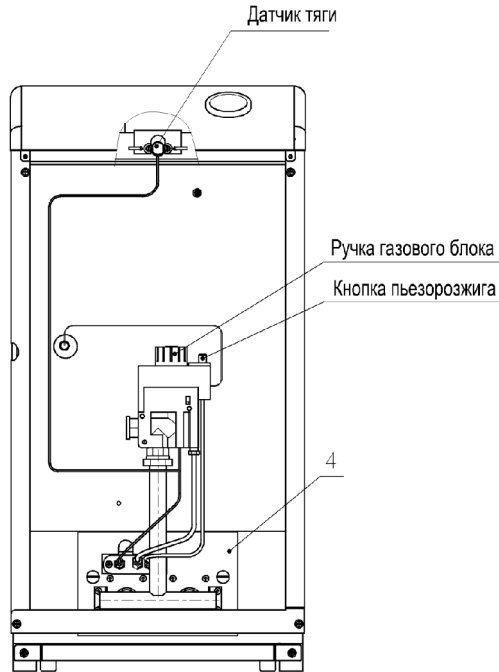
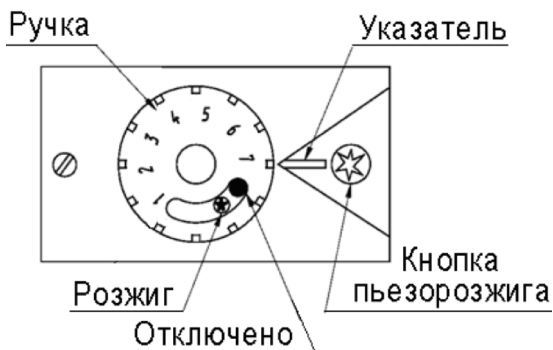

Рисунок 6. Особенности котла с газовым блоком 630 EUROSIT
Рисунок 7. Элементы управления на газовом блоке 630 EUROSIT
- КСГ(В)-12,5(Е) и КСГ(В)-16(Е) (рис.6) с газовым блоком 630 EUROSIT (рис.7).
- Повернуть ручку (6) газового блока по часовой стрелке на отметку нужной температуры на шкале и проконтролировать включение основных горелок. Розжиг должен происходить без хлопка, пламя должно распространиться по всей поверхности горелочных труб.
- Установить ручку газового блока в положение «Отключено» (см. рис. 7),